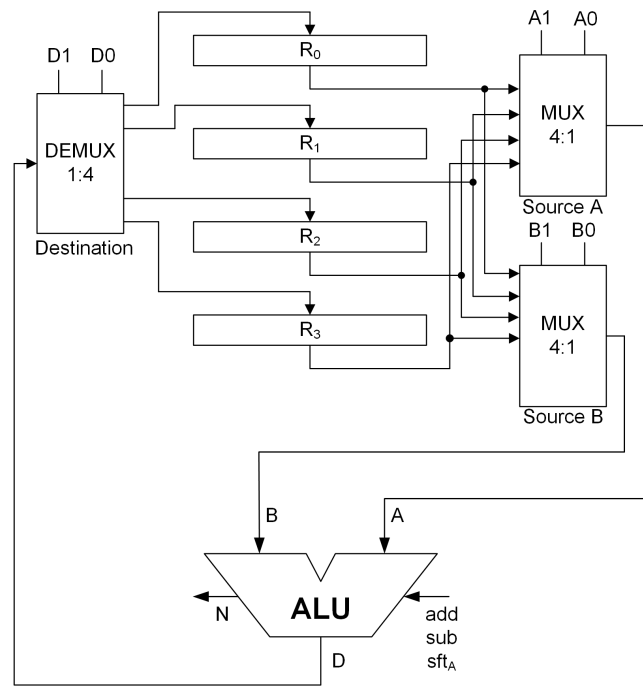

Abbildung 2.1: Operationswerk
In dieser Aufgabe sollen Sie mithilfe des in Abbildung 2.1 gegebenen Operationswerkes verschiedene Rechenoperationen ausführen. Das Operationswerk besteht aus einer ALU, die je nach Steuersignal (add : $A + B$, sub : $B - A$, sft_A : $A \gg 1$) verschiedene Rechenoperationen mit den Operanden A und B (Register) ausführen kann, das Ergebnis in ein Register (D) schreibt und je nach Ergebnis der Operationen für einen Takt das Kriterium ($N = 1 \rightarrow$ Ergebnis war negativ) ausgibt. Die ALU ist direkt mit einem Registerfile verbunden.
In dieser Aufgabe sollen Sie einige prinzipielle Möglichkeiten kennenlernen, Steuerwerke für das in Abbildung 2.1 gegebene Operationswerk zu erstellen.